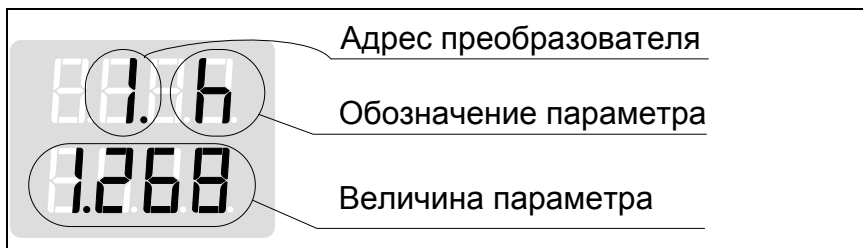

Рисунок 17
3.7.6.3 Переключение индикации происходит по аналогии с рабочим режимом (рисунок 17).